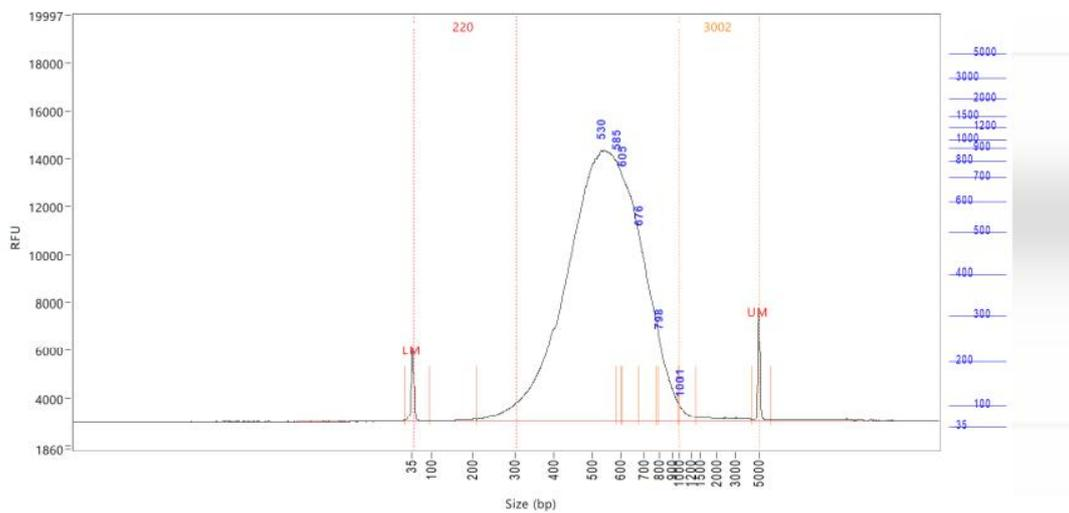

图 5 文库质检图
3. 质检图参照图 5，主峰片段范围须在 400bp-700bp 之间，900bp-5000bp 占比<10%。若存在 200bp 左右小尖峰凸起，可 0.8 \times 纯化后建库送测。